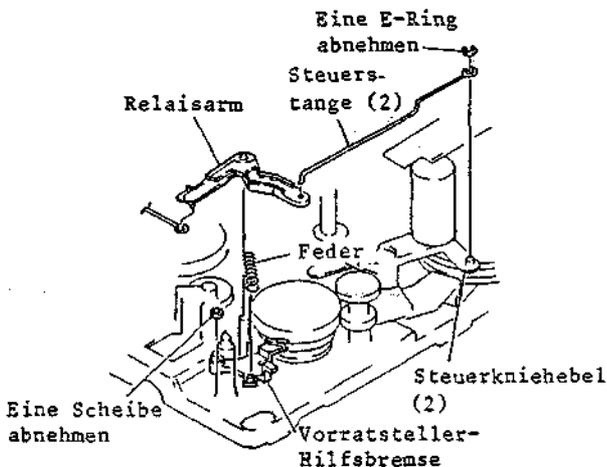

Abb. 2-79 Ausbau der Aufwickelteller-Hilfsbremse
3-31 Ausbau der Aufwickelteller-Hilfsbremse (Abb. 2-79)
- Einen (1) E-Ring, mit dem der Steuerkniehebel (2) befestigt ist, und die Steuerstange (2) abnehmen (siehe Abb. 2-79).
- Eine (1) Sicherungsscheibe der Vorratsteller-Hilfsbremse abnehmen.